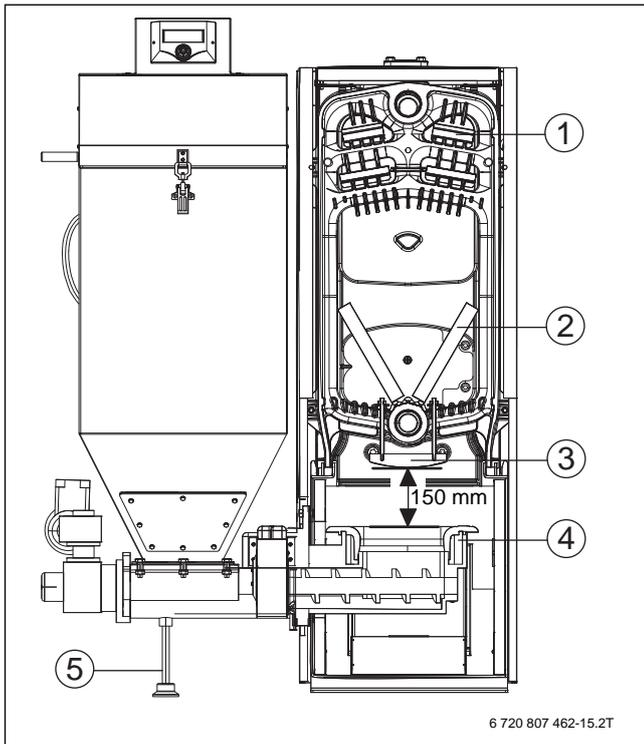

Рис. 12 Котёл в разрезе
- ▶ Установите резиновый амортизатор под опору узла горелки (→ рис. 12, [5]) и отрегулируйте опору.
- ▶ Установите раскатыватель (→ рис. 12, [3]) над решёткой горелки (→ рис. 12, [4]). Расстояние между уровнем горелки и нижним краем раскатывателя должно быть 150 мм.
- ▶ Проверьте установку турбулизаторов (→ рис. 12, [1]), а также камней в топочной камере котла (→ рис. 12, [2]).